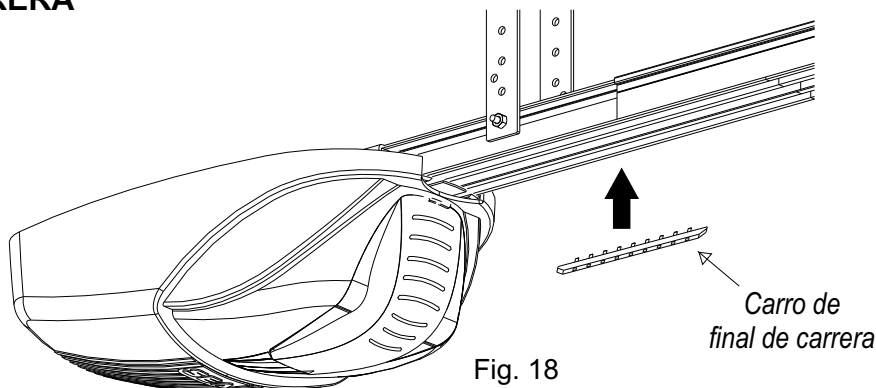
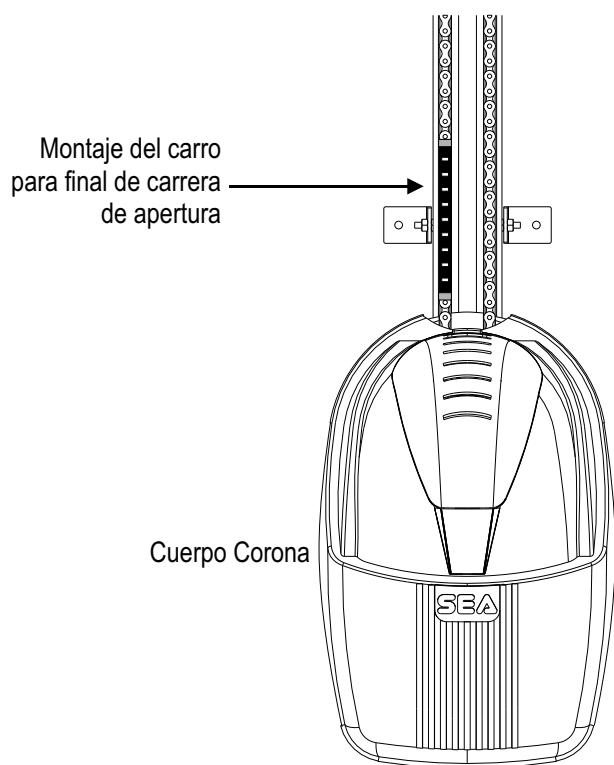
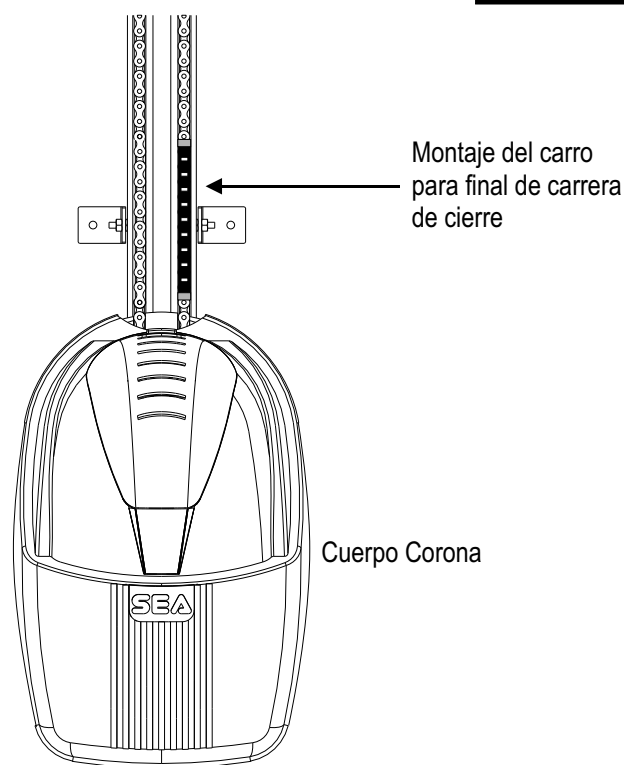

Fig. 18
Fig. 19a
Fig. 19b
- Fije el carro de final de carrera (Fig. 18) lo más cerca posible del cuerpo del Corona, cerca de la rueda del interruptor, tal y como muestra la Fig. 19a
- Fije el carro de final de carrera (Fig. 18) lo más cerca posible del cuerpo del Corona, cerca de la rueda del interruptor, tal y como muestra la Fig. 19b